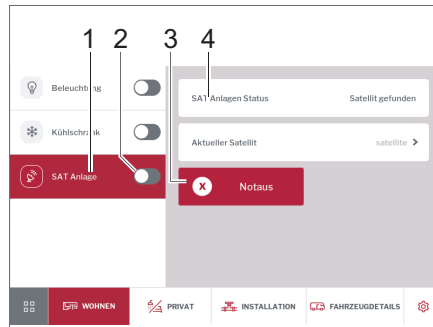

Fig. 262 Instalación de antena parabólica
- Encender o apagar la instalación de antena parabólica con el interruptor deslizante (Fig. 262,2).
- Tocar en la opción *Instalación SAT* (Fig. 262,1). El satélite seleccionado se muestra (Fig. 262,4).
- Tocar en la opción *Desconexión de emergencia* (Fig. 262,3) cuando el sistema se encuentre con una resistencia.